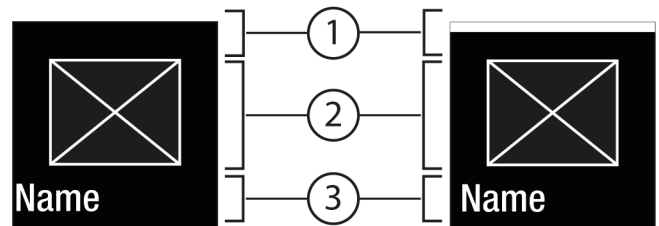
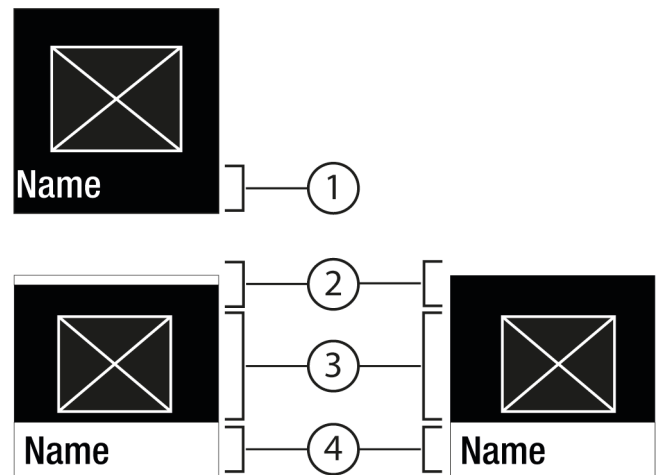

Fig. 6
Fig. 7
- Mit Bestätigen *Fig. 5 (2)* das Untermenü *Fig. 7 (4)* aufrufen.
- Neuen Wert einstellen: Mit Bestätigen *Fig. 5 (2)* einen deaktivierten Wert *Fig. 6 (1)* auswählen.
- Zurück ins Menü: Mit Bestätigen *Fig. 5 (2)* den bereits aktivierten Wert *Fig. 6 (2)* auswählen.
- ▷ Status: aktiviert *Fig. 6 (1)* erscheint kurz im Untermenü *Fig. 7 (4)*.